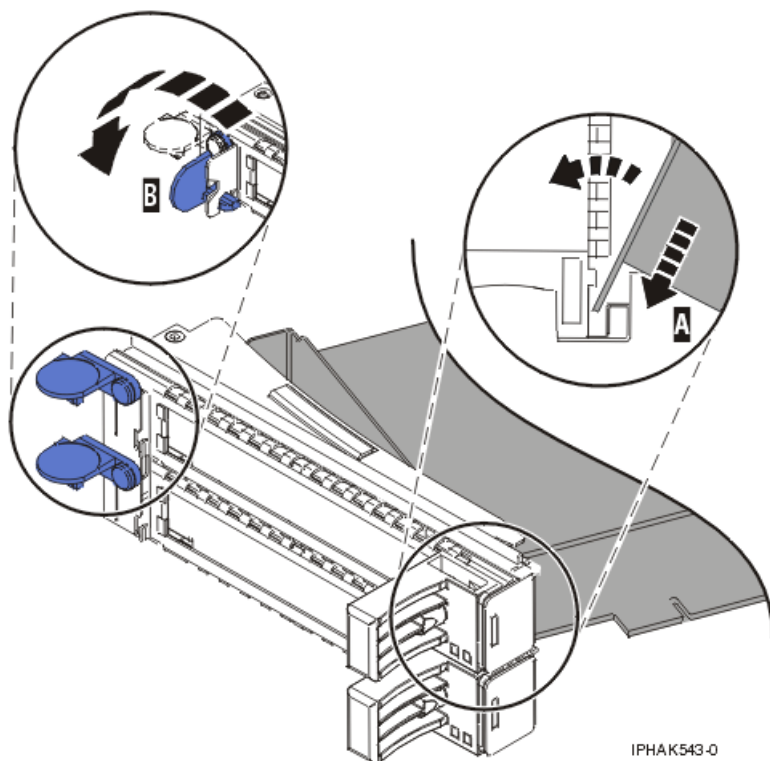
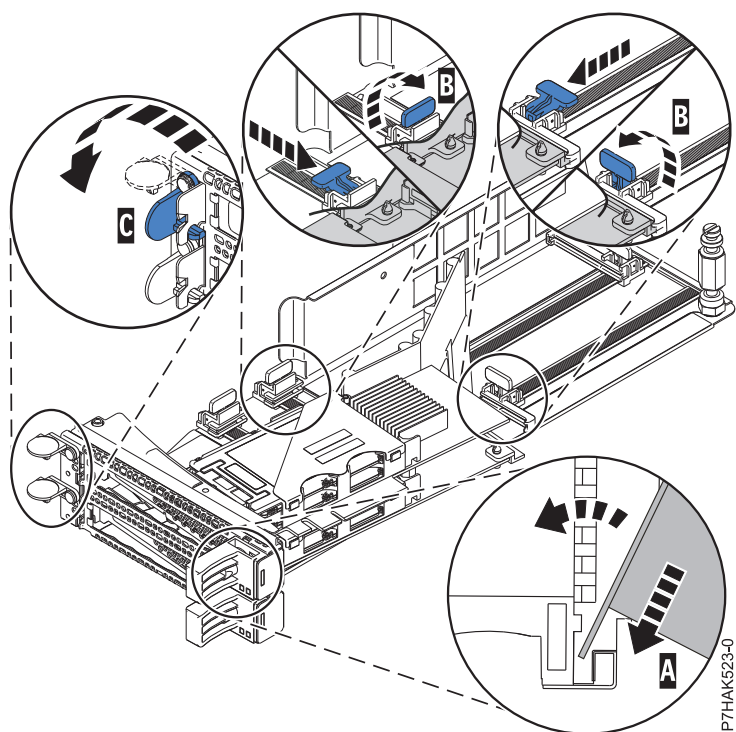

図 51. PCI アダプター・カセットに戻されたアダプター
図 52. PCI アダプター・カセットへの PCIe RAID および SSD SAS アダプターの再取り付け
- テール・ストック・クランプをオープン位置にして、アダプターをテール・ストック保持溝 A にしっかりと挿入する。典型的は PCI アダプターの場合は、74 ページの図 51 を参照してください。PCIe RAID および SSD SAS アダプターの場合は、74 ページの図 52 を参照してください。
- テール・ストック・クランプ (C) を閉じる。